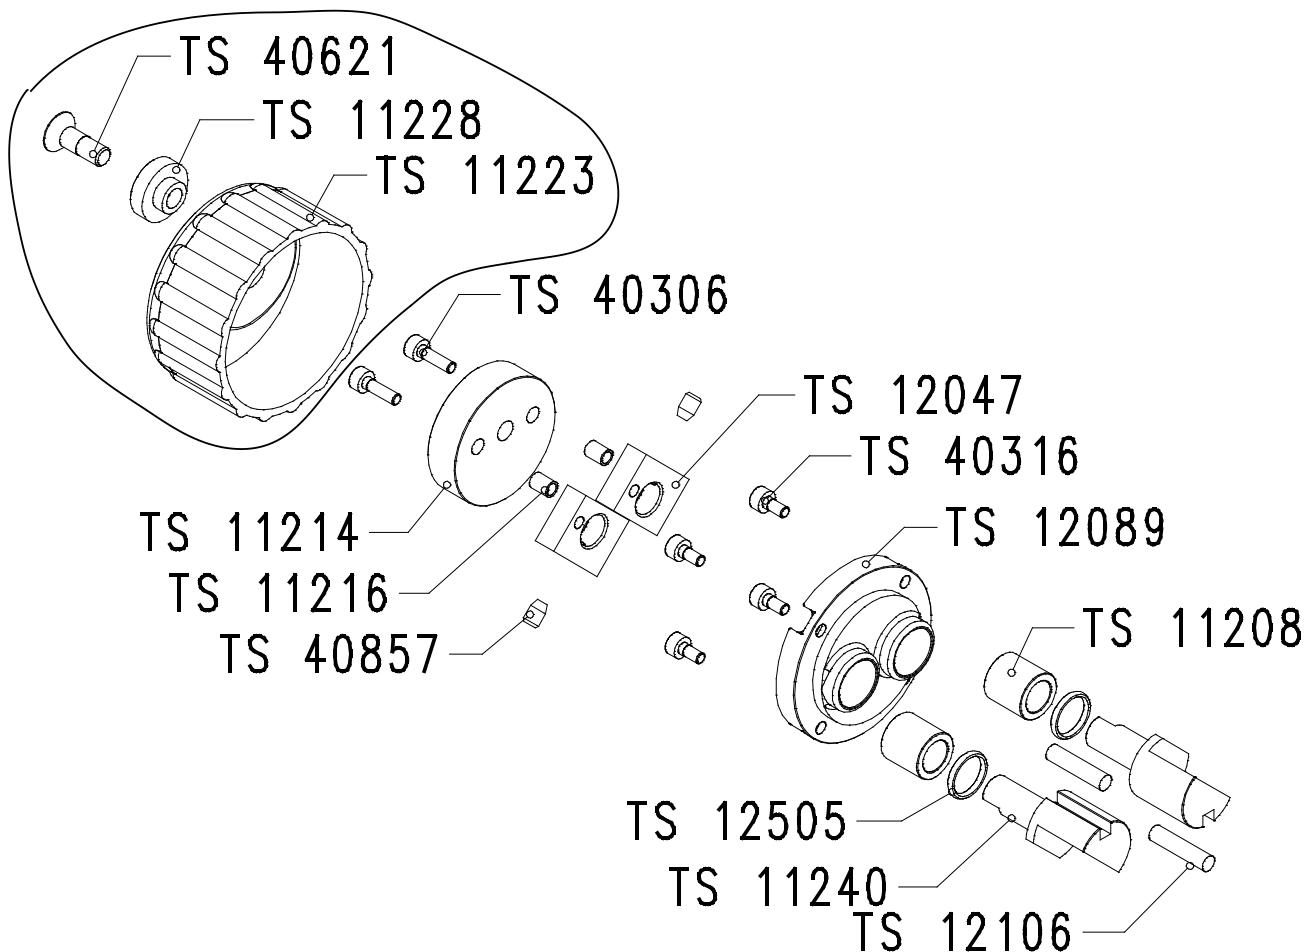

Рисунок 13-8: устройство очистки ленты в сборе TS 10206, запчасти
- Рисунок 13-8: устройство очистки ленты в сборе TS 10206, запчасти